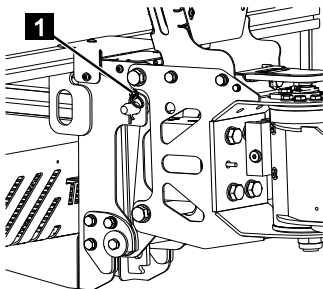

Fig. 160
5. Mettre la goupille fendue à ressort (Fig.160/1) en place dans la cheville de verrouillage.